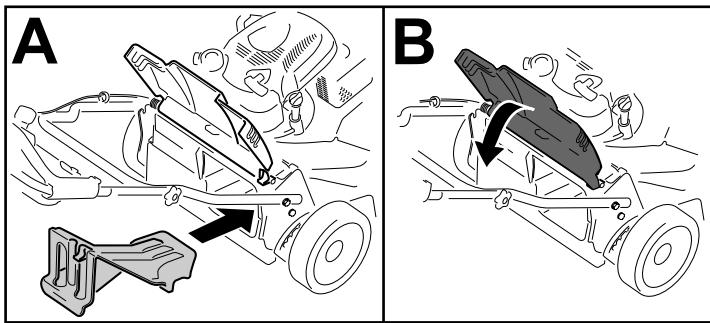

Figura 23
- Se o tampão de descarga traseira não estiver instalado, agarre-o pela pega, elevando a porta traseira e insira-o na calha de descarga traseira até que encaixe no sítio; consulte Figura 23.
Importante: Certifique-se de que o bujão de descarga traseiro está no lugar antes de reciclar as aparas de relva (Figura 23).